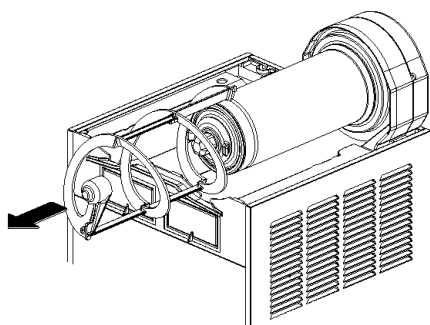
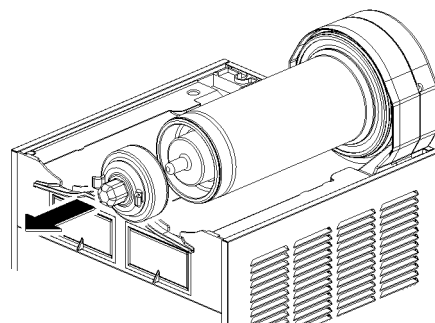

figura 9
figura 10
- 3 Sfilare dall'evaporatore la spirale esterna (vedere figura 9) e successivamente il rotore magnetico esterno (vedere figura 10).